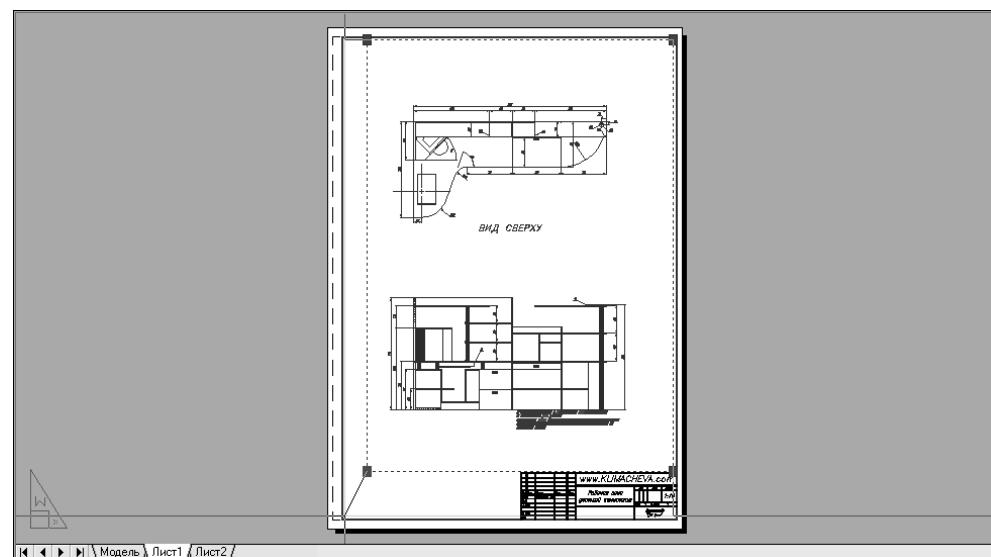

Рис. 13.14 ▼ Изменение размера видового экрана в режиме **Растягивание** (STRETCH) редактирования с помощью маркеров выделения
5. Выберите левый нижний маркер выделения, а затем в режиме **Растягивание** (STRETCH) растяните контур видового экрана влево и вниз, как показано на рис. 13.14.